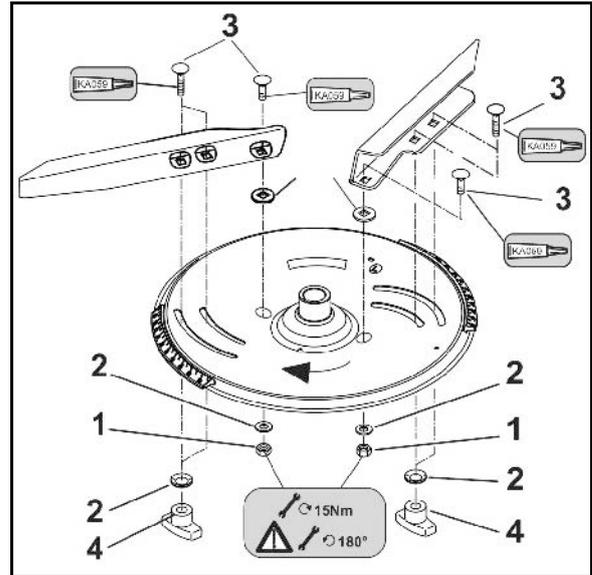

Fig. 50
- 2 x 8 tornillos de los muelles laminados (Fig. 50/1)